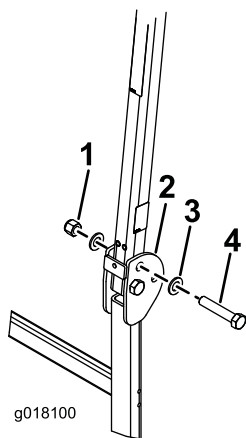

Рисунок 15
2. Установите шайбу (13/16 x 1½ дюйма) на каждый болт (¾ x 4 дюйма), как показано на Рисунок 15.
3. В отверстия, из которых были извлечены штифты, установите болты с шайбами (Рисунок 15).
4. Установите еще по одной шайбе на каждый болт и закрепите с помощью гаек (¾ дюйма), как показано на Рисунок 15. Затяните гайки с моментом от 323 до 396 Н·м.
5. Затяните болт оси поворота конструкции ROPS (Рисунок 15) с моментом 91 – 113 Н·м, чтобы предотвратить любые вибрации защитной дуги и солнцезащитного навеса.